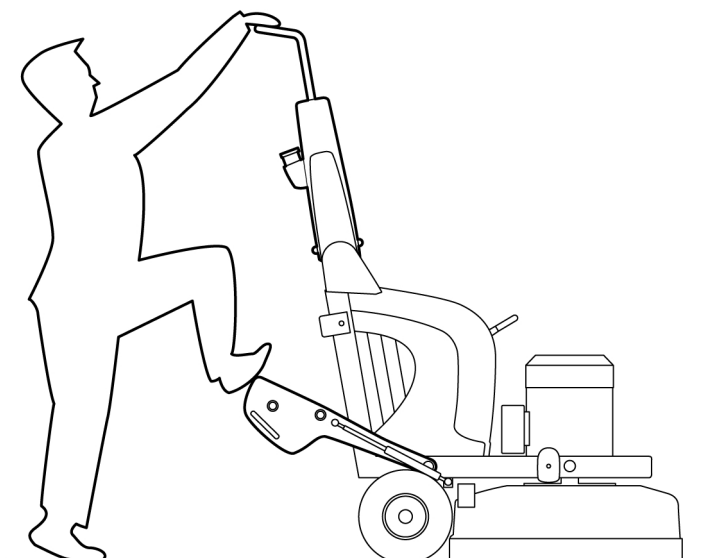

Figura 4-6. Piede sul peso
2. Ripiegare i pesi all'indietro e appoggiare un piede contro uno di essi, vedere *Figura 4-6, pagina 16*.